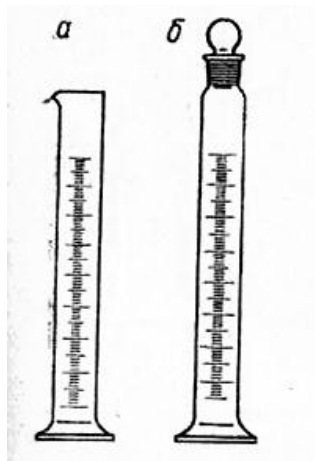

Рис. 7. Мірні циліндри: а) з носиком; б) з пришліфованою пробкою
**Мірні циліндри** – скляний товстостінний посуд циліндричної форми з нанесеними на зовнішній стінці поділками, які вказують об'єм рідини в мілілітрах (рис.7). Вони бувають різної місткості від 5÷10мл до 1л і більше. Щоб відміряти необхідний об'єм рідини, її наливають в мірний циліндр, поки нижній меніск не досягне рівня необхідної поділки. Для спеціальних робіт використовують циліндри з пришліфованими пробками.